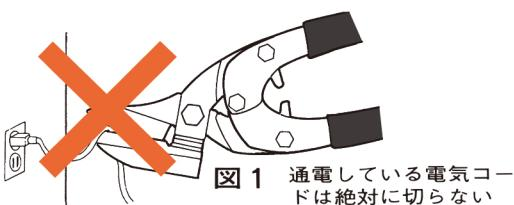

図1 通電している電気コードは絶対に切らない
- ⚠ 通電している電気コードは絶対に切らないで下さい。(図1参照)